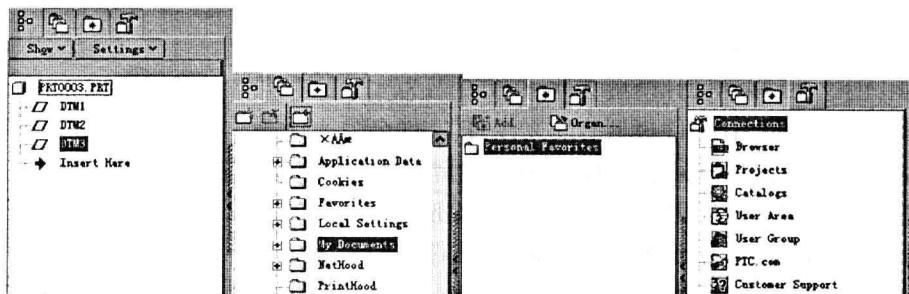

图 1-8
**导航栏显示/隐藏区:**单击“>”图标,显示导航栏;单击“<”图标,隐藏导航栏。导航栏中包括模型树(Model Tree)、资源管理器(Folder Browser)、收藏夹(Favorites)和相关网络技术资源(Connections)4 部分内容,如图 1-8 所示。